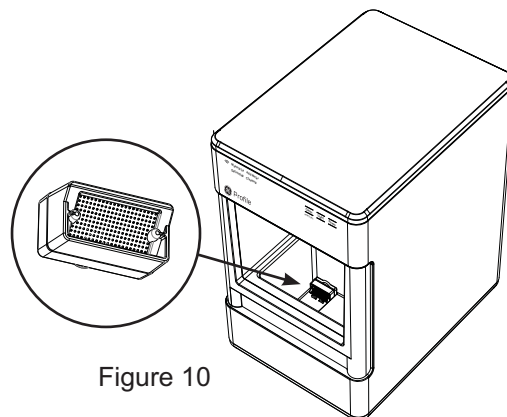

Figure 10
- Désinstallez tous les filtres en accessoire et remplacez le tamis à mailles fourni avec l'appareil. (Figure 10)